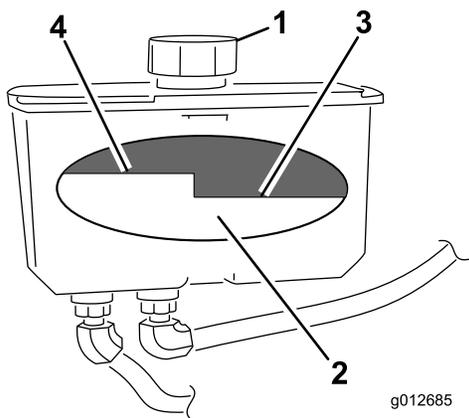

図 72
4. 油圧オイルタンクの注油口と首の周辺をきれいに拭く (図 72)。
5. 給油口からキャップを取る。タンクの中をのぞいてオイルの量を確認する (図 72)。
注 オイルが暖かいときには、バッフルの一番上のレベルまでオイルがあることが必要です (図 72)。